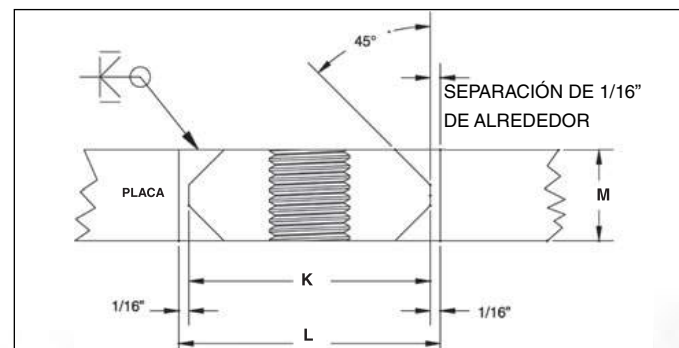

Figura 5
- Inserte la tuerca en la perforación. La tuerca para placa cubrezanjas debe tener una holgura de 1/16" alrededor de su perímetro. La superficie de la tuerca debe estar paralela y a ras con la superficie de la placa (ver figura 5). Crosby ofrece un accesorio de soldadura para esto.